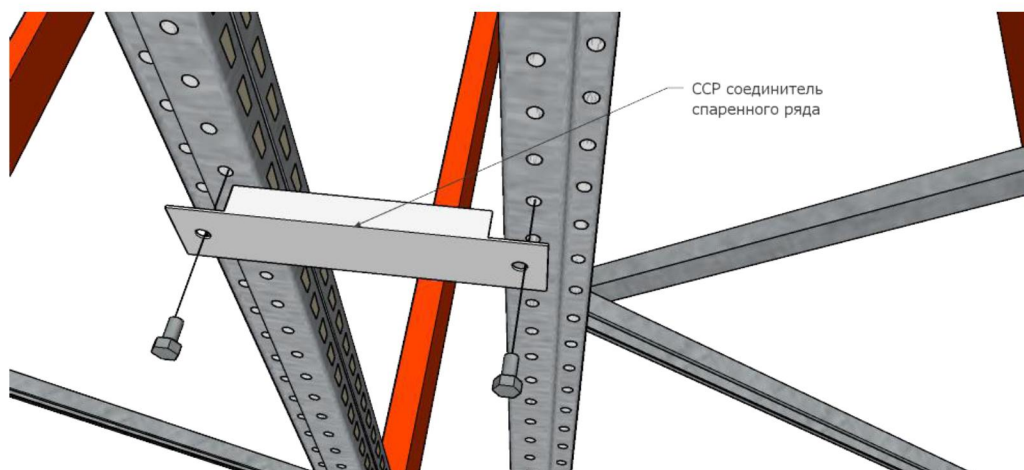

Рис. 8
5.2.13 Установка соединителя спаренного ряда (рис.8):